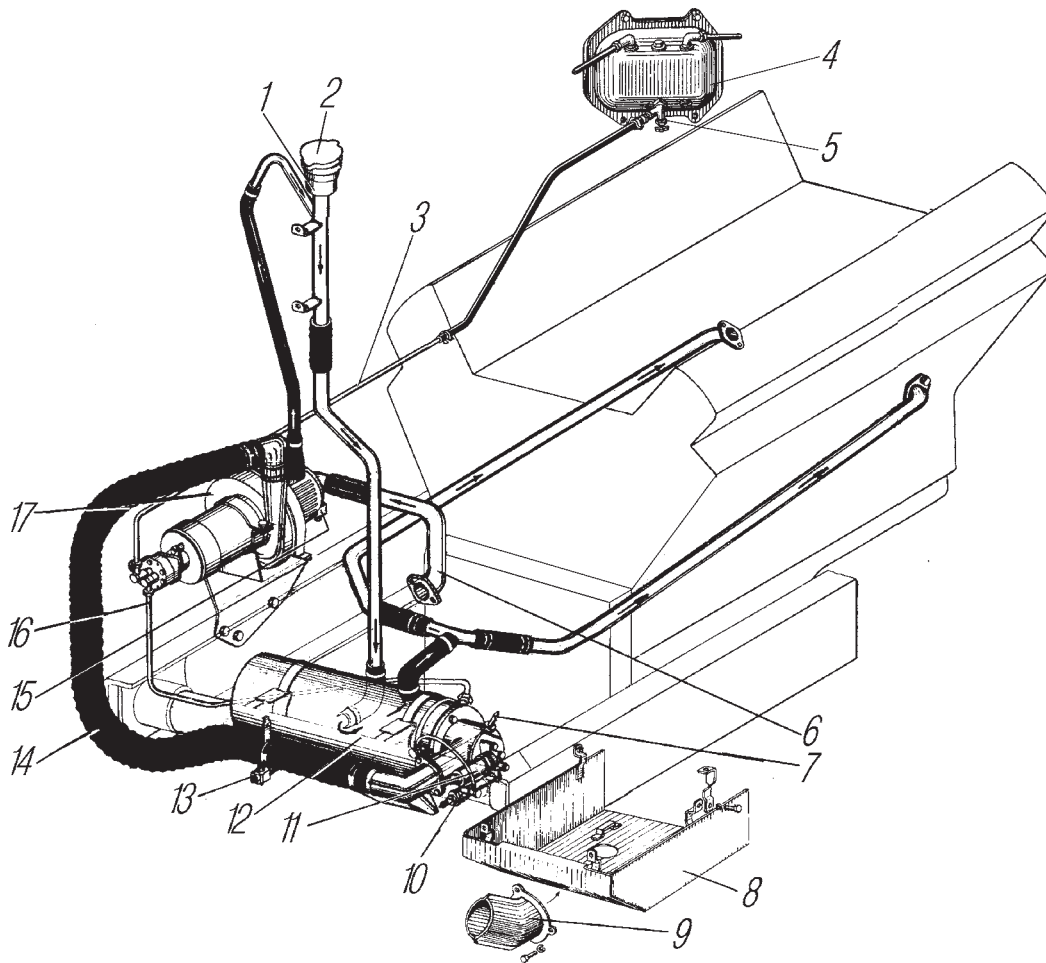

Рис. 25. Система предпускового подогрева двигателя:
- котел 12 (рис. 25), расположенный на первой поперечине рамы автомобиля;
Под действием насоса жидкость циркулирует по трубопроводам, по блоку в направлении, показанном стрелками на рис. 25.